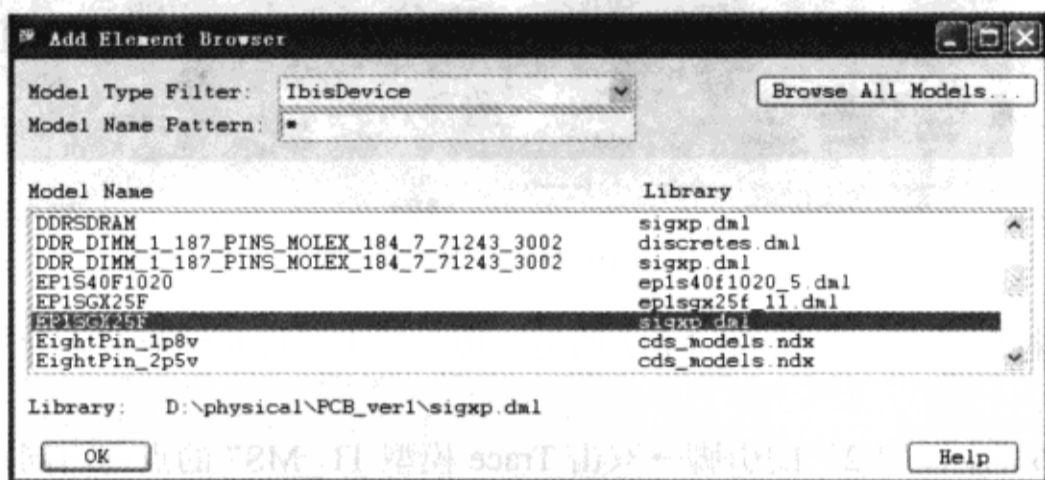

图 3-10-30 “Add Element Browser”对话框
(1) 在 SigXplorer 窗口执行菜单命令“Edit”→“Add Element...”，弹出“Add Element Browser”对话框→从“Add Element Browser”对话框的“Model Type Filter”栏选择“IbisDevice”，如图 3-10-30 所示→滚动列表，在列表框中选择“EP1SGX25F (sigxp.dml)”→弹出“Select IBIS Device Pin”对话框，如图 3-10-31 所示，列出组成 IBISDevice 模型的所有引脚。列表也显示信号名、IOCell 模型名和 IOCell 模型的类型。